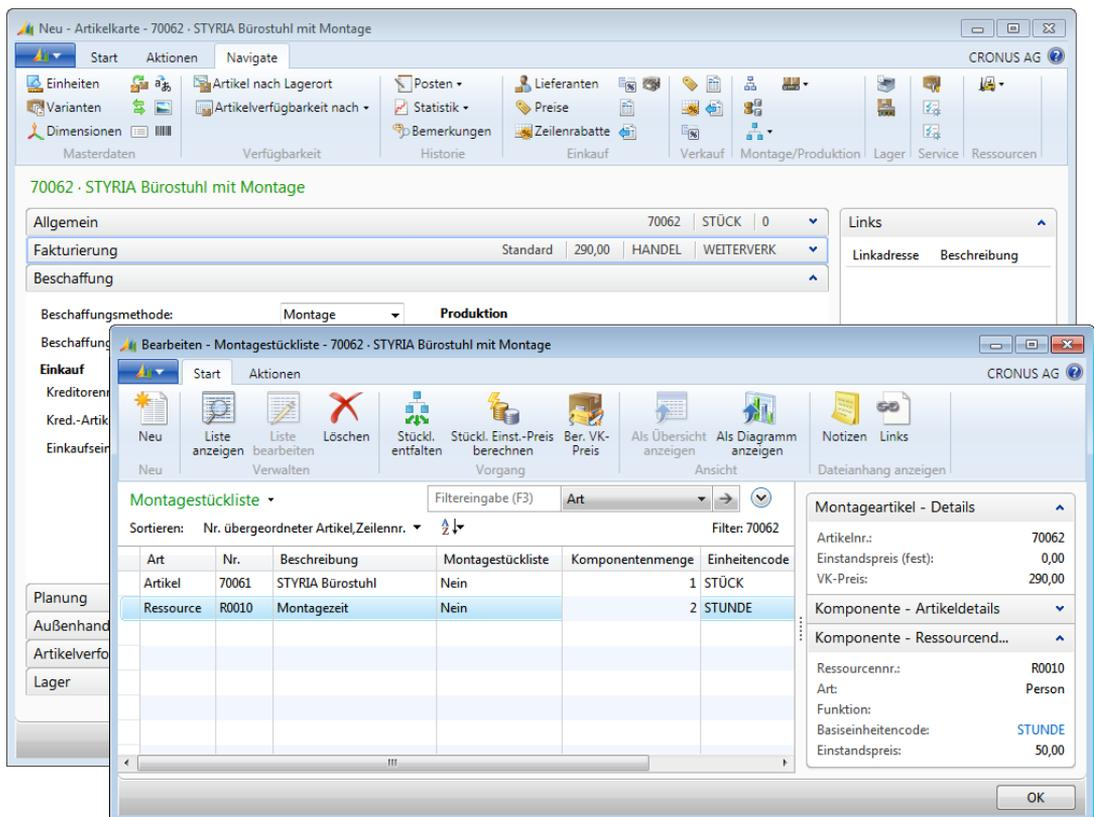

Abbildung 5.15 Erfassen der Ressource als Komponente in der Montagestückliste
12. In der zweiten Zeile der Montagestückliste wählen Sie die Option »Ressource« in der Spalte *Art* und die Ressourcenummer der Ressource »Montagezeit« in der Spalte *Nr.* In der Spalte *Komponentenmenge* tragen Sie die Menge »2« ein (siehe Abbildung 5.15).